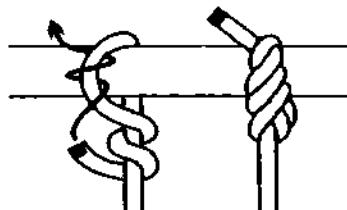

Рис. 654. Штык двойная восьмёрка.
**Штык двойная восьмёрка** – это самозатягивающийся узел восьмёркой со шлагом на коренном конце и со шлагом на обносе (рис. 654). Это очень крепкий и очень надёжный узел, намного надёжнее **удавки**. Но в отличие от **удавки**, после снятия нагрузки, узел не ослабляется и остаётся тугим, поэтому узел нельзя быстро развязать.